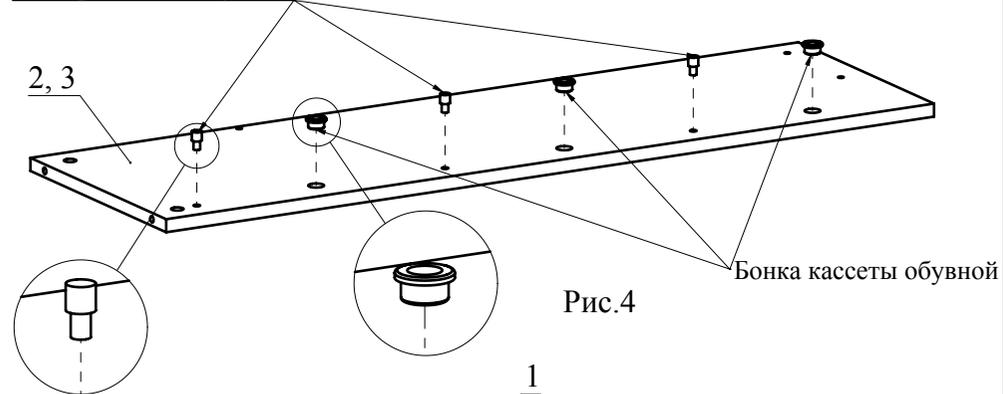

Рис.4
3. В соответствующие отверстия деталей 2, 3 вставьте стопор кассеты обувной, бонку кассеты обувной (Рис. 4).